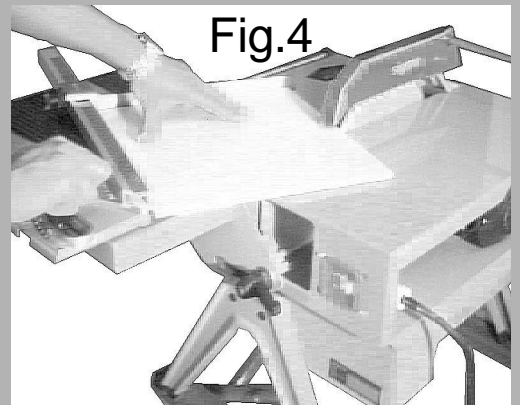

Fig.5
-56a-afrund enden af flisen let, for at undgå afslåede hjørner (fig.5).